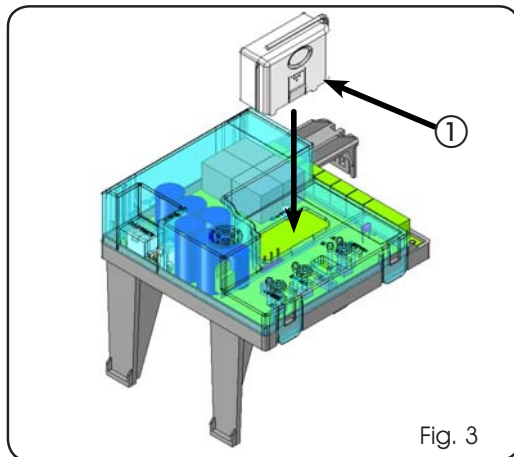

Fig. 3
De apparatuur is voorzien van een geïntegreerd decodersysteem met twee kanalen (DS, SLH, LC), OMNIDEC genaamd. Met dit systeem kan, door middel van een aanvullende ontvangstmodule (Fig. 3 ref. ①) en afstandsbedieningen met dezelfde frequentie, zowel de volledige opening (OPEN A) als de gedeeltelijke opening (OPEN B) van het automatische systeem in het geheugen worden opgeslagen.